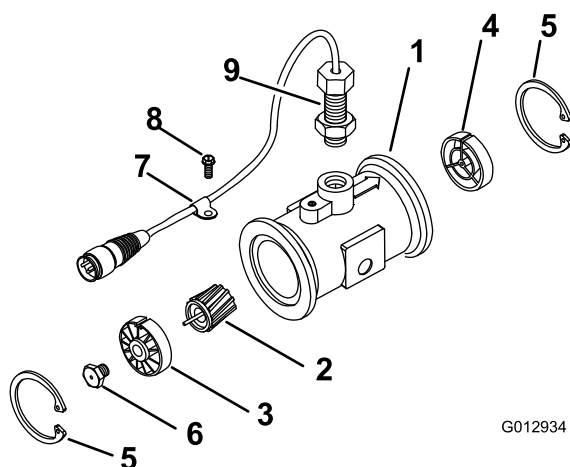

Figura 11
3. Rimuovete l'anello di ritenuta sul lato a monte (Figura 11).